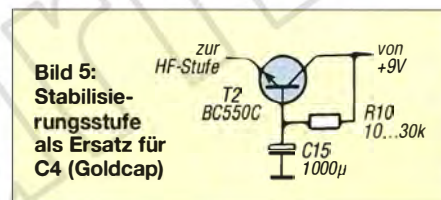

Bild 5: Stabilisierungsstufe als Ersatz für C4 (Goldcap)
* Ersatz für C4 gemäß Bild 5
Der Goldcap C4 sollte eine Kapazität von 47 000 µF bis 100 000 µF besitzen. Steht er nicht zur Verfügung, sind als Ersatz ein Transistorsiebglied gemäß Bild 5, ein Festspannungsregler 78L02 ($U_A = 2,6 V$), der als Z-Diode wirkende Schaltkreis TL431 oder zusätzliche Kondensatoren mit hoher Kapazität verwendbar.